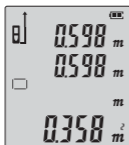
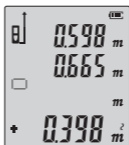
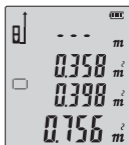

图1
图2
图3
**面积累加：**测量第一个面积，得到结果下图1所示。然后按下  $\oplus$  键，再测量第二个面积，得到结果如下图2所示，在左下角会显示一个加号。最后，按下  $\text{READ}$  键得到两次面积求和的结果，结果如图3所示。